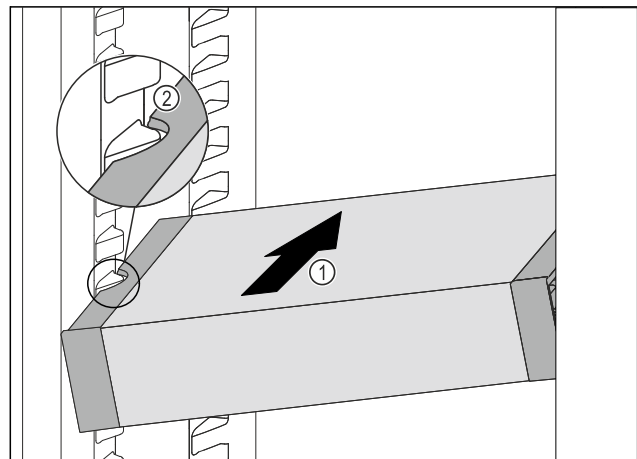

Fig. 129
- ▶ VarioSafe schräg in das Kühlteil einschieben Fig. 129 (1), bis sich die seitlichen Aussparungen Fig. 129 (2) des VarioSafes auf Höhe der Behälterrippe im Kühlteil befinden.